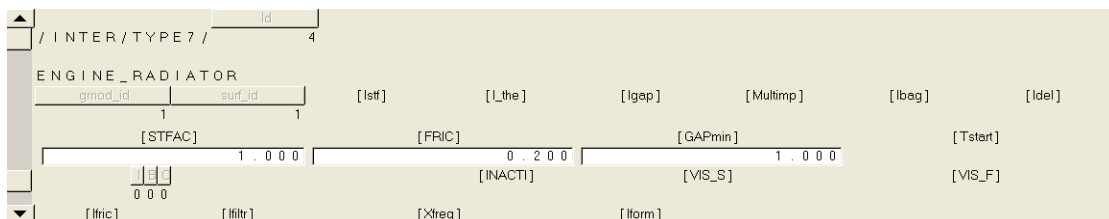

图 8-43 ENGINE_RADIATOR 接触参数
- (6) 将 **master surface** 设置为 **sets**，单击 **edit** 按钮进入 **entity sets** 面板。
- (7) 选择 **solid faces** 作为 **contact surf**。
- (8) 在 **name** 栏输入 **engine**，设置 **card image** 为 **SURF_EXT**。
- (9) 设置 **entity selector** 为 **Comps**，并选择 **comp-psolid_24(engine)**。
- (10) 单击 **Create** 按钮创建集合。
- (11) 单击 **return** 按钮返回 **add** 子面板。
- (12) 单击 **Update** 按钮，在主接触面中加入接触对象。
- (13) 设置 slave 对象为 comps, 并选择 comp-psolid_26(radiator)。
- (14) 单击 Update 按钮, 在从接触面中加入接触对象。
- (15) 进入 card image 子面板, 单击 edit 按钮。
- (16) 按照图 8-43 所示设置接触参数。